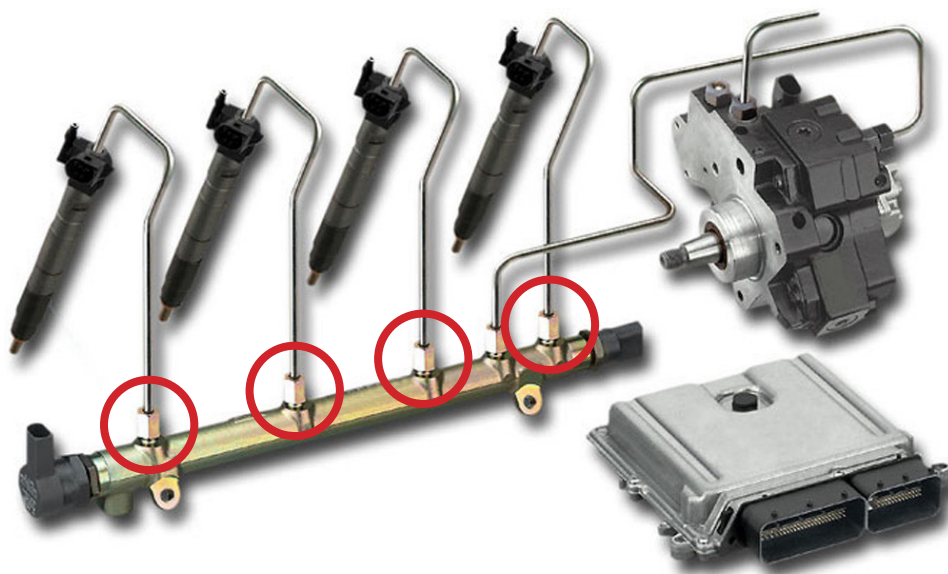

Fig. 4
2. Frakobl røret, der går fra railen til dyserne. (Se fig. 4).